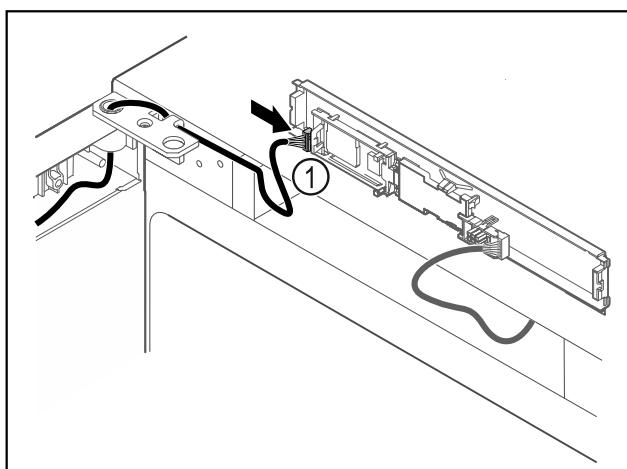

Fig. 64
- Συνδέστε το φις Fig. 64 (1) στην πλακέτα.